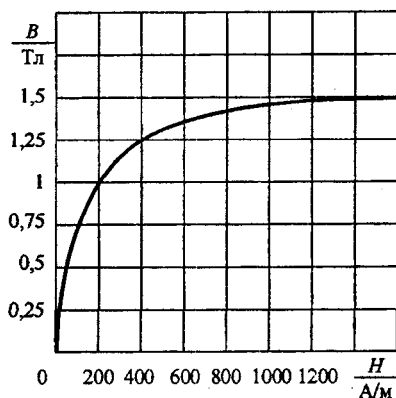

Рис. 2.1
**Задача 2.1.** Катушка с сердечником из электротехнической стали подключена к сети напряжением  $u = 179\cos 314t$  В. Кривая намагничивания стали  $B(H)$  приведена на рис. 2.1. Площадь поперечного сечения сердечника  $S = 10 \text{ см}^2$ , длина средней магнитной линии  $l = 50 \text{ см}$ , число витков катушки  $w = 400$ .
Для построения диаграммы мгновенных значений тока  $i(\omega t)$  строим зависимость  $\Phi(i)$ . С этой целью масштаб кривой намагничивания стали  $B(H)$  (рис. 2.1) пересчитываем, используя формулы
**Задача 2.3.** Аппроксимируя кривую намагничивания электротехнической стали (рис. 2.1) степенным полиномом  $H = aB + bB^5$ , определить закон изменения мгновенного значения тока и его действующее значение в катушке с замкнутым магнитопроводом, описанной в условии задачи 2.1.
Для определения коэффициентов аппроксимации  $a$  и  $b$  выбираем на кривой намагничивания (рис. 2.1) две точки: одну на изгибе ( $H_1 = 200 \text{ А/м}$ ;  $B_1 = 1 \text{ Тл}$ ) и вторую ( $H_2 = 1000 \text{ А/м}$ ;  $B_2 = 1,43 \text{ Тл}$ ), соответствующую рассчитанному амплитудному значению индукции  $B_m = 1,43 \text{ Тл}$ .